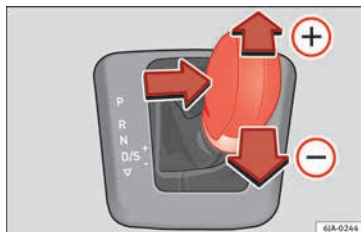

Abb. 179 Wählhebel: Tiptronic
- Drücken Sie den Wählhebel sanft nach vorne **+** » Abb. 179.
- Ziehen Sie den Wählhebel sanft nach hinten **-** » Abb. 179.